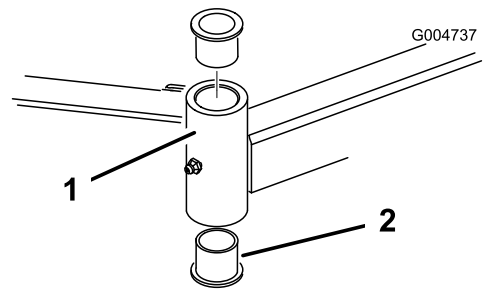

Bild 122
4. Stecken Sie einen Dorn oben oder unten in das Befestigungsrohr und treiben die Büchsen heraus (Bild 122).